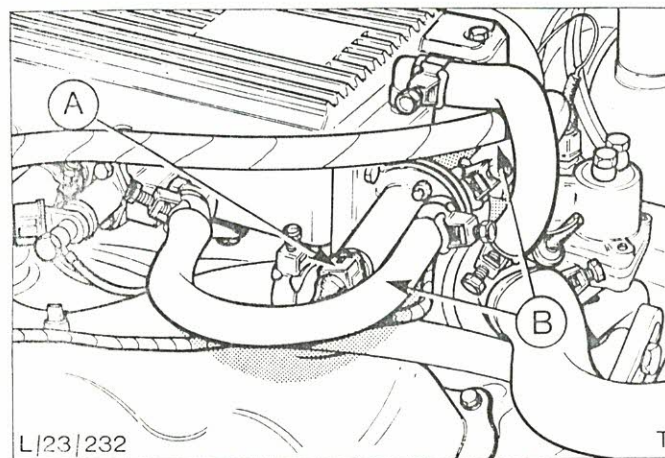

Abb.88 Zusatzluftschieber
3. Stecker am Zusatzluftschieber abziehen und beide Luftschläuche abbauen, Abb.88.